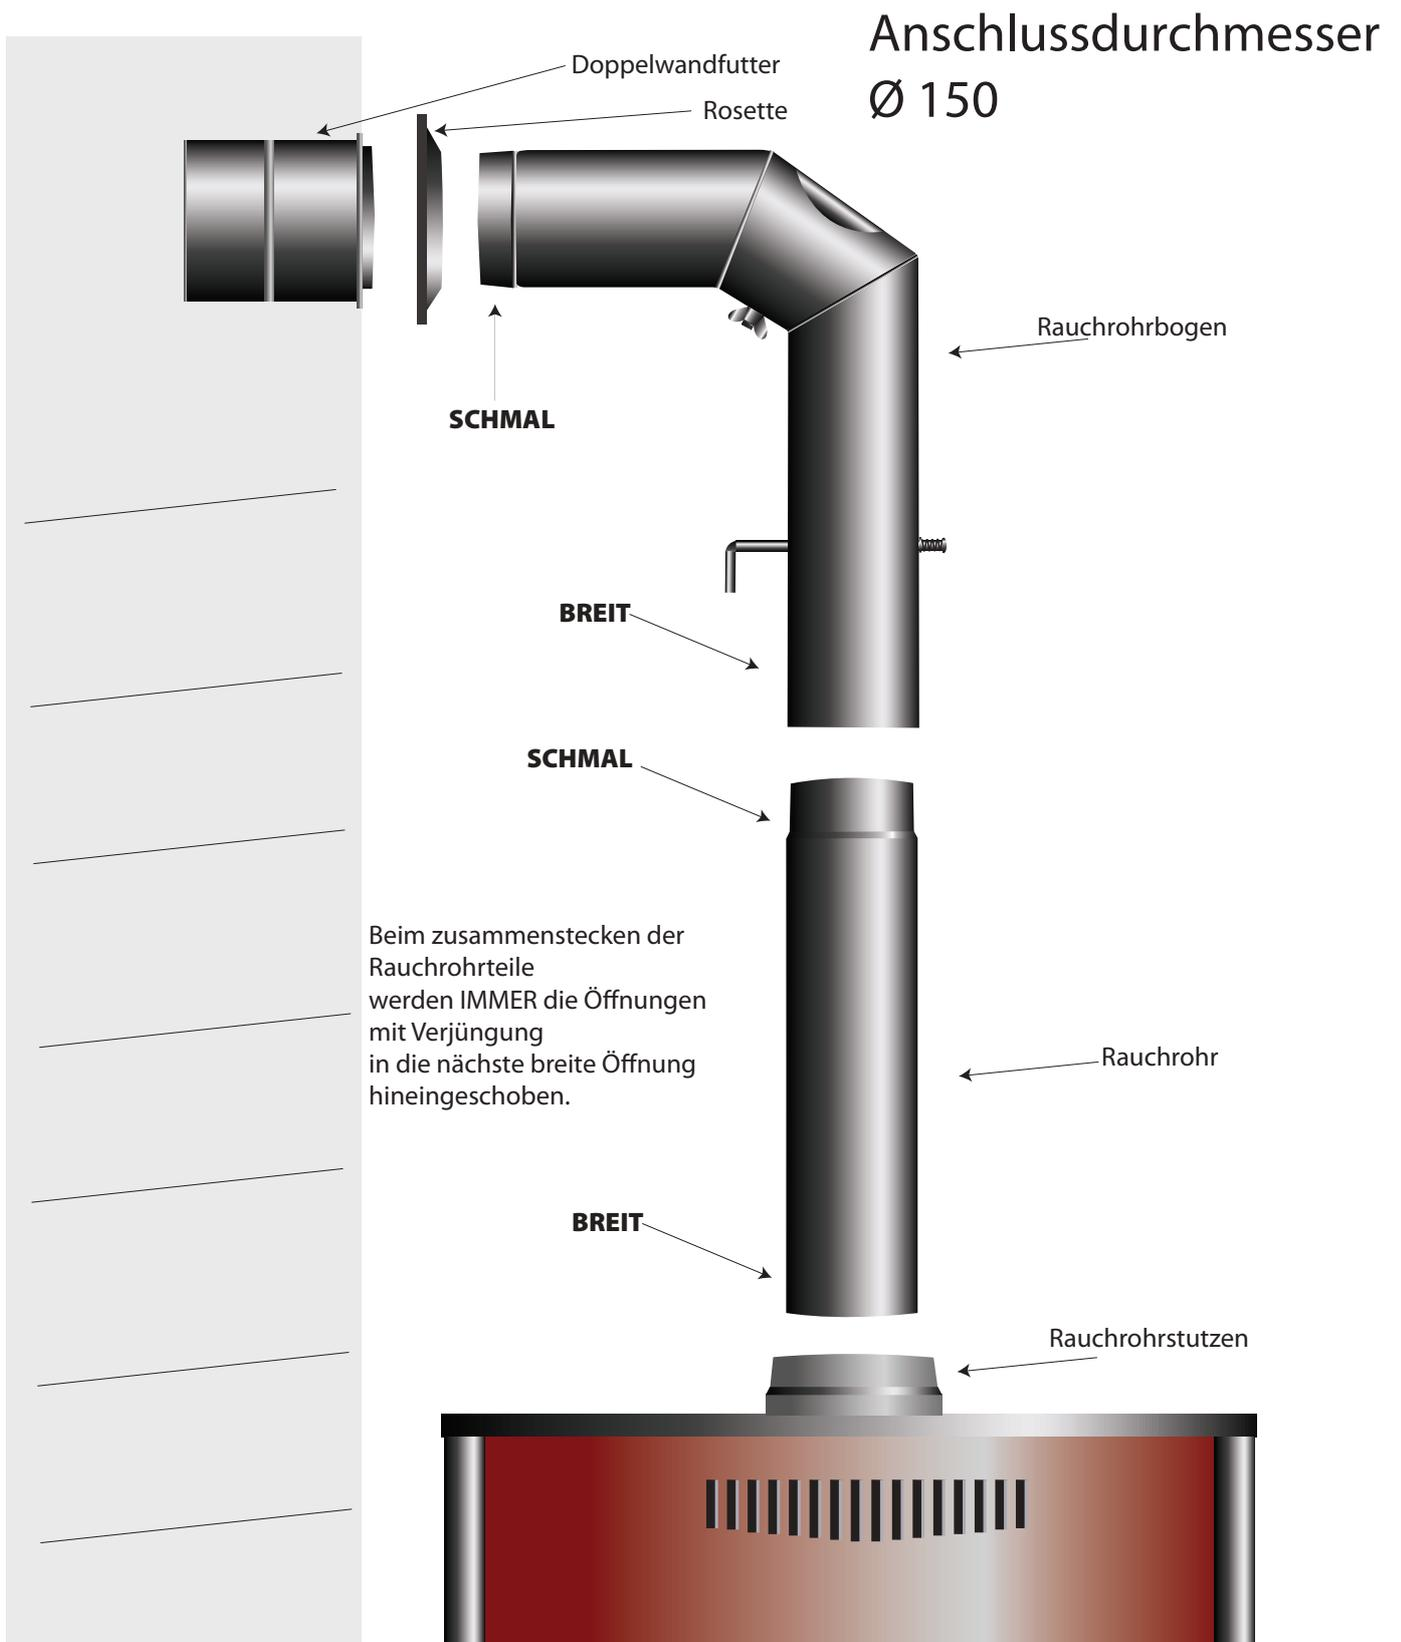

Abbildung 1 Anschluss des Kaminofens an den Schornstein
2. Abbildung 1 Anschluss des Kaminofen an den Schornstein	Seite 4